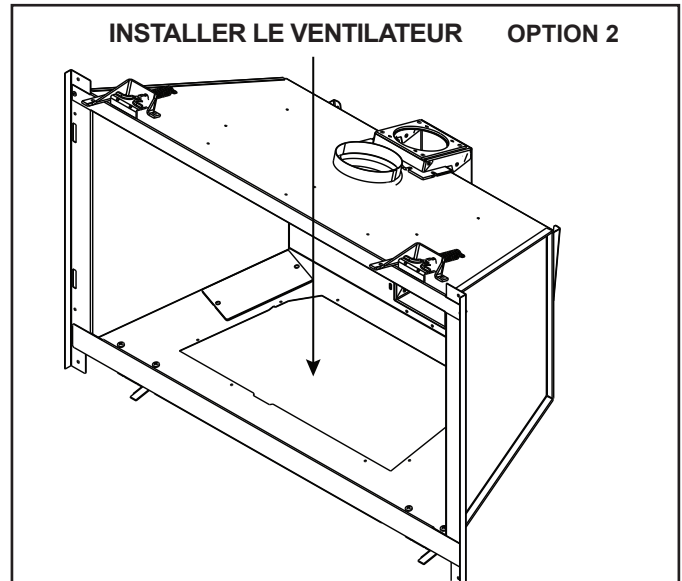

Figure 6.4 Via l'ouverture de la plaque de vanne (Option 2)
- Retirez la façade de l'appareil, la vitre, les registres, le plateau de base, le module du brûleur et la plaque de vanne. Voir la figure 6.4.